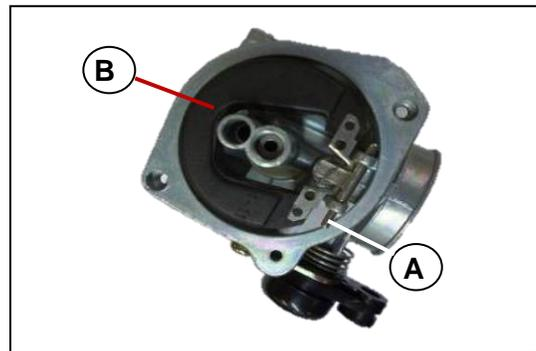

Fig. 8.9
- Retire el pasador [A] que sostiene el flotador. **Fig. 8.9**